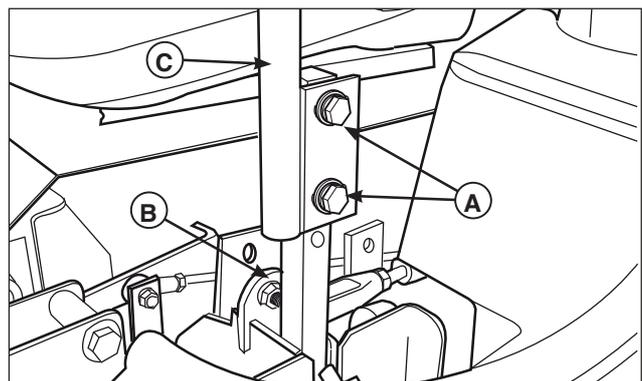

Figure 15. Réglage du levier de commande
**Pour régler l'alignement du levier :** Serrer les boulons de montage (A, Figure 15) et pivoter le ou les leviers (C) pour les aligner l'un à l'autre.
**Pour régler le placement du levier :** Desserrer les écrous de blocage et régler le boulon de placement (B, Figure 15) vers l'intérieur ou l'extérieur pour régler correctement l'espace entre les extrémités des leviers.